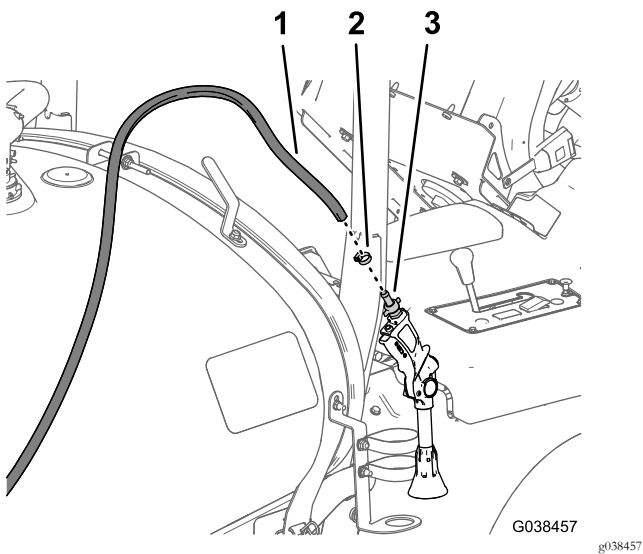

図 94
7. スプレーガンのバーブ 図 94ステップ **ハンドスプレーキットオプション**を外す (ページ 10) で外したものを、スプレーホースに取り付けるクランプ611mmを使用する。